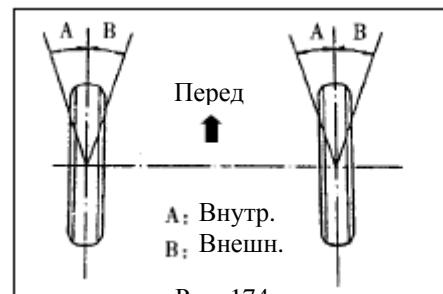

Рис. 174
**5. Проверьте максимальный угол поворота управляемых колес(рис. 174)**